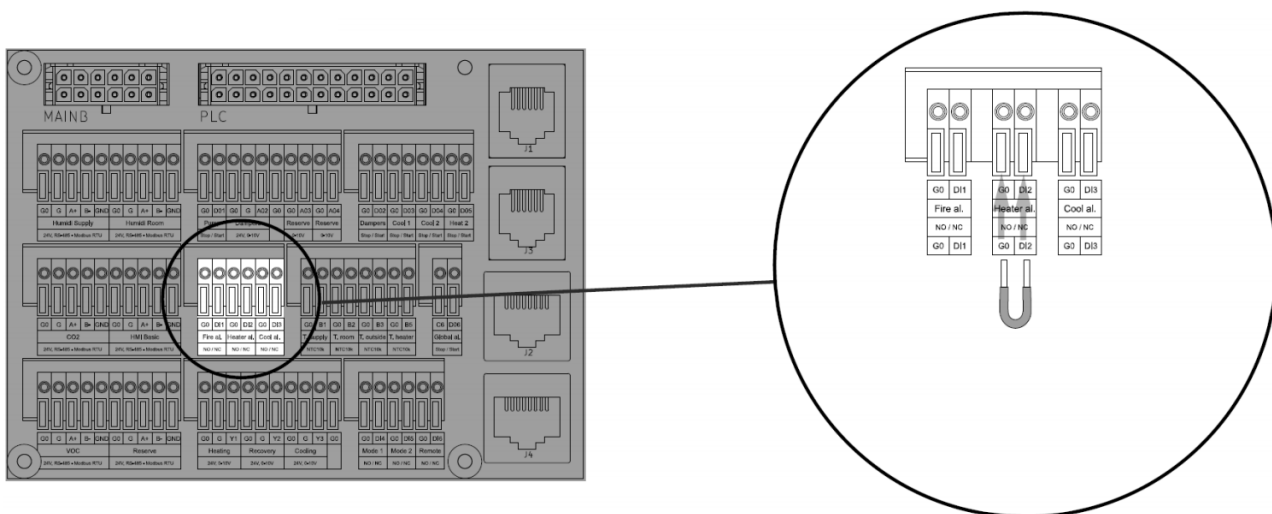

Рис. 15. Постоянный мост на Heater al. клеммы (G0, D12).
**ВНИМАНИЕ!** Для установки с электронагревателем клеммы противозамораживающего термостата (авария нагревателя) должны быть постоянно соединены, как показано на рис. 15.